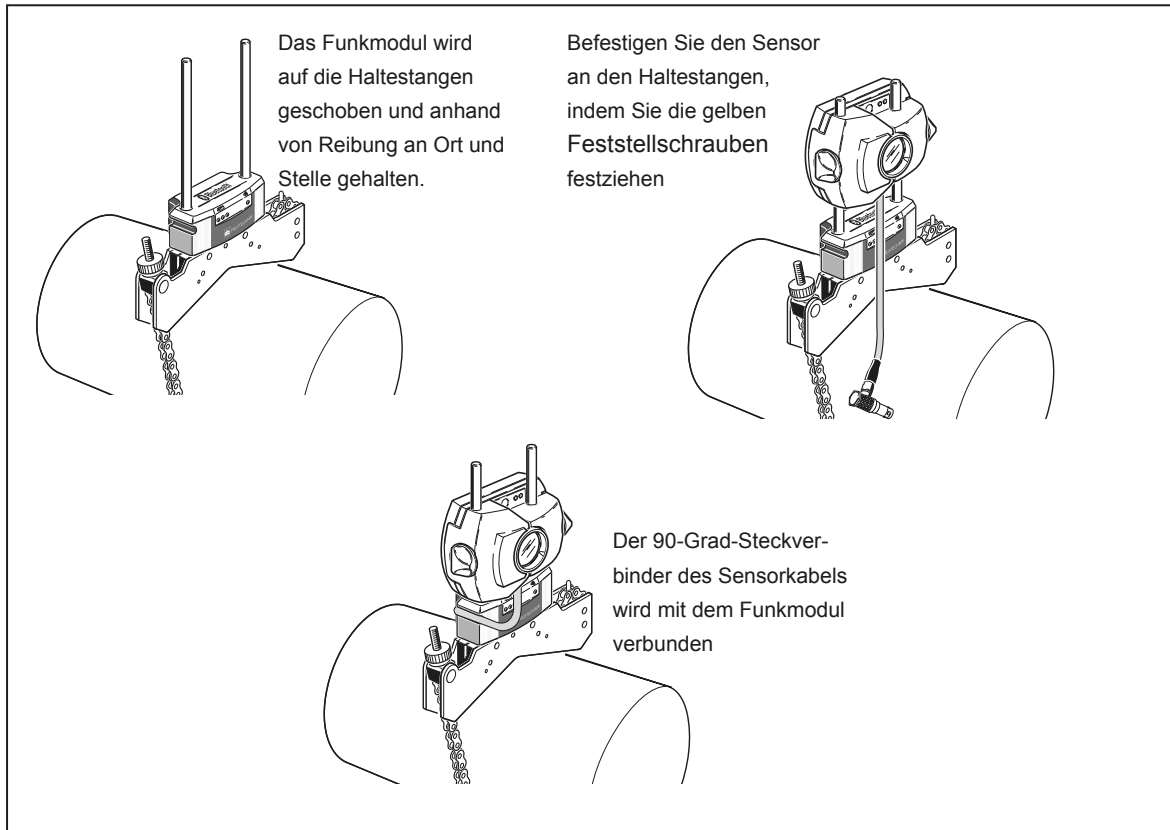

Abbildung 7-2. Funkmodul und Sensor montieren
1. Montieren Sie das Funkmodul auf den Haltestangen der Spannvorrichtung an der Welle der linken Maschine (für gewöhnlich die stationäre Maschine) – von der normalen Arbeitsposition aus gesehen. Das Modul wird mit Klemmen an den Haltestangen befestigt. Dabei wird empfohlen, das Funkmodul bis ganz nach unten auf den Rahmen der Spannvorrichtung zu schieben (siehe Abbildung 7-2).
2. Montieren Sie den Sensor auf denselben Haltestangen wie das Funkmodul. Stellen Sie sicher, dass die gelben Feststellschrauben so weit gelockert sind, dass der Sensor auf den Haltestangen verschoben werden kann. Schieben Sie den Sensor so nah wie möglich an das Funkmodul heran (siehe Abbildung 7-2).
4. Schließen Sie den Sensor mit Hilfe des Kabels des Funkmoduls an das Funkmodul an (siehe Abbildung 7-2).